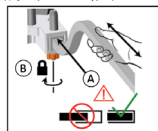

図 S3
- 5S レッグホルダーを取り付け、確実に挿入されていることを確認する（図 S3-A）。マストホルダーノブを締める（図 S3-B）。